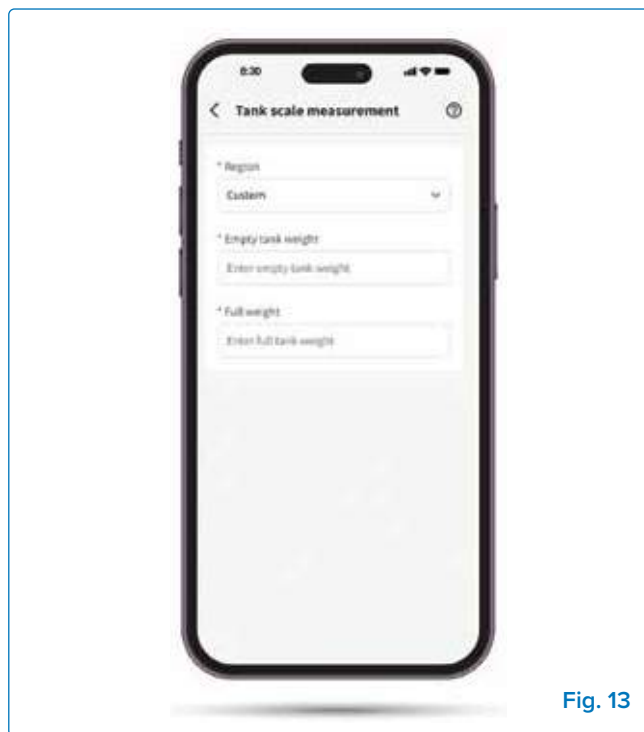

Fig. 13
- » **Tanque personalizado (opcional):** Ingrese el peso de un tanque vacío y lleno para un monitoreo preciso. **Fig. 13.**